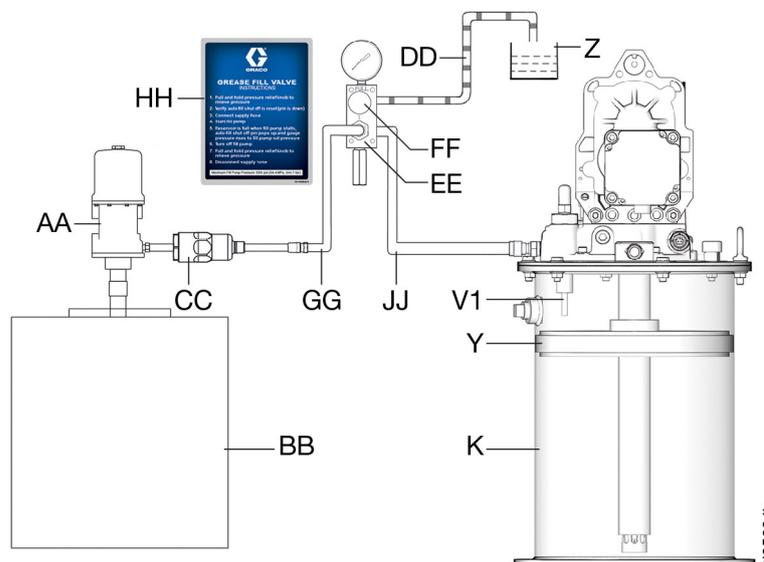

Fig. 12
**REMARQUE :** la pression de la pompe de remplissage peut atteindre les 2000 psi selon les longueurs et les diamètres de la conduite de remplissage (GG) et du flexible d'alimentation (JJ). Graco recommande d'utiliser une pompe de remplissage à air comprimé avec un rapport de 36:1 minimum.
**REMARQUE :** Utiliser une vanne de remplissage réf. 77X542 (comme illustré à la FIG. 12) pour protéger contre la surpression, ou utiliser une soupape de sécurité réglée à 5 000 psi (34,5 MPa, 345 bar) dans la conduite de remplissage (GG).